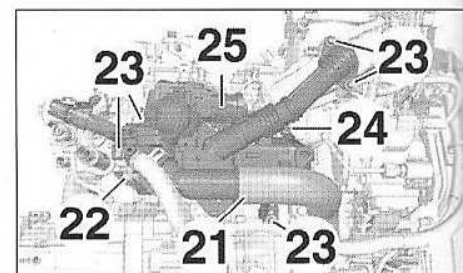

FIG.135
- Débrancher la durit (21) (Fig.135).
- l'agrafe (22) et écarter le faisceau électrique,
- les vis (23),
- l'écrou (24),
- le module de recyclage des gaz d'échappement (25).